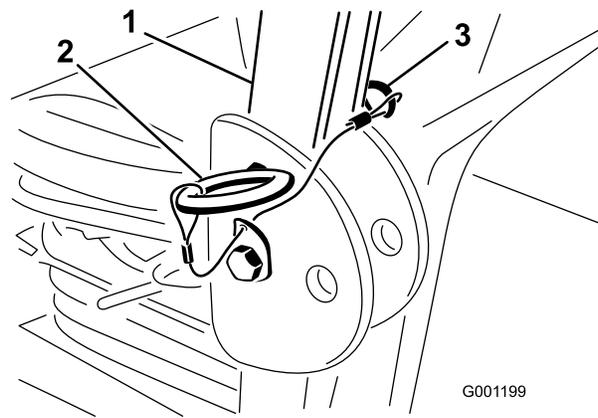

図 8
1. 機体の左右でヘアピンコッターを抜き、ピンを外す（図 8）。
- ROPS をまっすぐに立ててピンで固定し、ヘアピンコッターでロックする (図 8)。